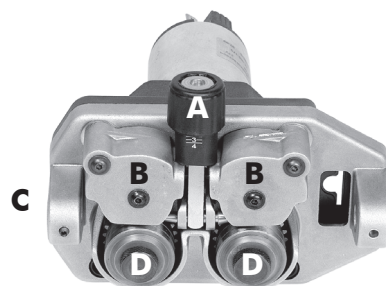

Figure 3
- Desserrer et abaisser le bouton en plastique (A) et relâcher le levier presse-fil (B) (Fig.3). Extraire les résidus de fil éventuels de la gaine guide-fil.
- Relâcher le fil de la bobine et le tenir serré avec une paire de pinces de façon à ce qu'il ne puisse pas se dérouler. Si nécessaire, le redresser avant de l'introduire dans le guide d'entrée (C) du fil. Y introduire le fil en le faisant passer au-dessus du galet inférieur (D) et dans la gaine guide-fil.